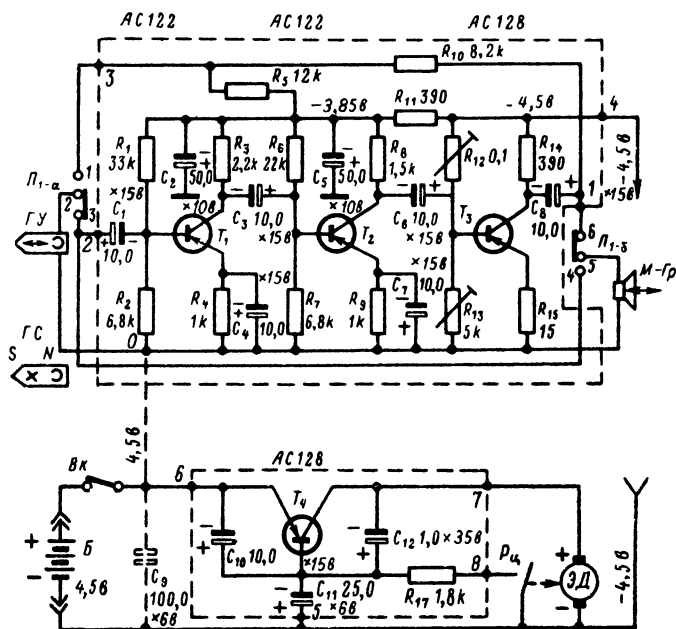

Рис. 7. Принципиальная электрическая схема звукового блокнота «ЕНЗ». Показана в режиме «Воспроизведение». Штриховой линией обозначены печатные платы.
**Принципиальная электрическая схема** звукового блокнота «ЕНЗ» приведена на рис. 7. Схема универсального усилителя аналогична схеме усилителя звукового блокнота «Мемокорд».